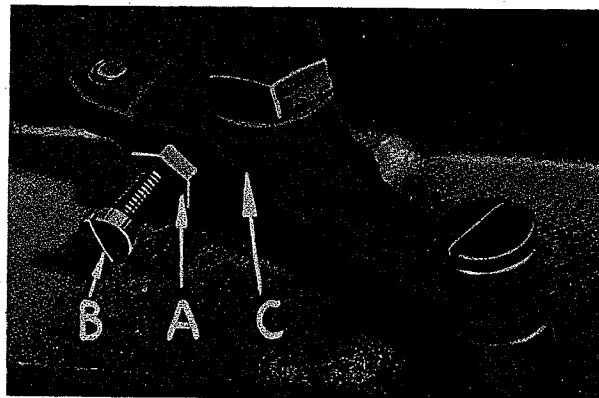
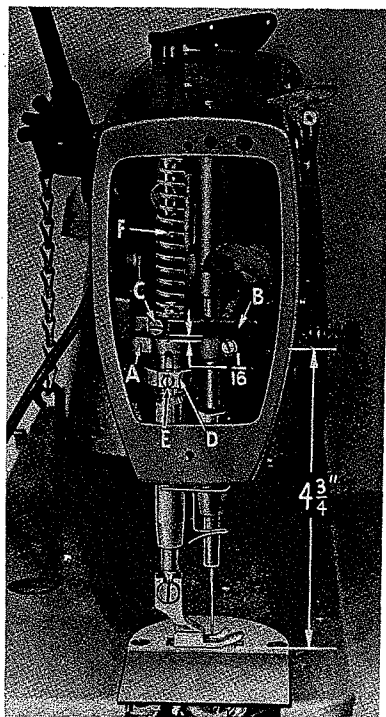

Fig. 15
Fig. 16
La conexión de la barra del prensatelas (A, Fig. 16) deberá ajustarse de manera que quede a $1/16"$ (1,18 mm) debajo de la guía de la barra del prensatelas (B). Esto se lleva a cabo inclinando la máquina hacia atrás, contra el pasador de apoyo, aflojando la contratuerca (A, Fig. 15) y relocalizando el tornillo de parada (B) en la manivela de la campana de la palanca del alzador (C). Girando el tornillo de parada hacia la derecha o hacia la izquierda, se realiza el debido ajuste de la conexión de la barra del prensatelas. Apriétese la contratuerca (A) para fijar en su lugar el tornillo de parada.
Al localizar la guía de la barra del prensatelas (B, Fig. 16) éste deberá descansar sobre la plancha de la aguja con el diente de alimentación en su más baja posición. La guía se ajusta como es debido cuando hay $4-3/4"$ (6,99 cm) de espacio entre el alambre del tirahilo y el tope de la plancha de la aguja (Fig. 16).
El regulador de la tensión deberá ajustarse de manera que no se suelte al sobrecojer o cuando el prensatelas está levantado para reforzar costuras. El ajuste de la leva reguladora de tensión (D, Fig. 16) y la posición de dentro y fuera del conjunto tensor son necesarios para el propio funcionamiento.
La leva (D, Fig. 16) del regulador de tensión deberá ponerse en posición ahora aflojando el tornillo de sujeción (E, Fig. 16) y levantando o bajando después la leva de acuerdo con las condiciones de la costura, el punto medio de regulación es entre 1/4 a 5/16" (6,35 a 7,94 mm) del alzador de prensatelas sobre la plancha de la aguja. Apriétese bien el tornillo de su-